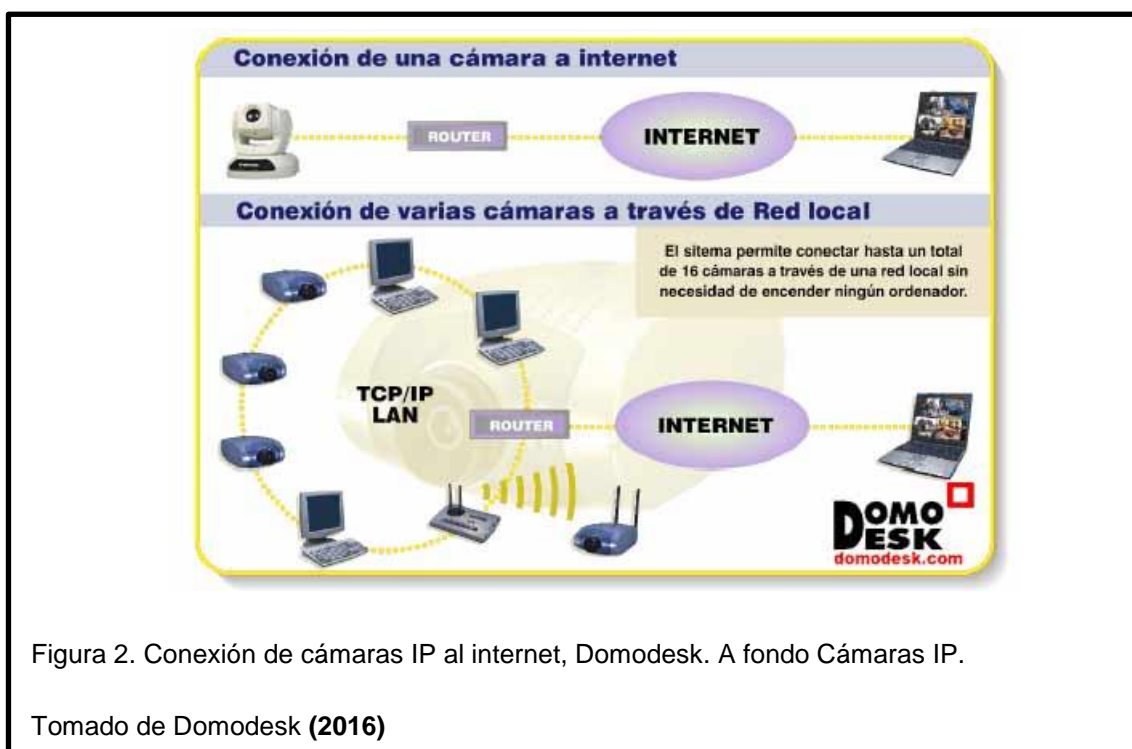

Figura 2. Conexión de cámaras IP al internet, Domodesk. A fondo Cámaras IP.
- La cámara de video tradicional posee los elementos que podemos observar en la figura 2.